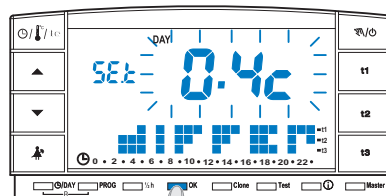

fig. 37
- Ottenuto il valore desiderato premere **2 volte OK** per tornare al funzionamento da programma (esempio in fig. 37).